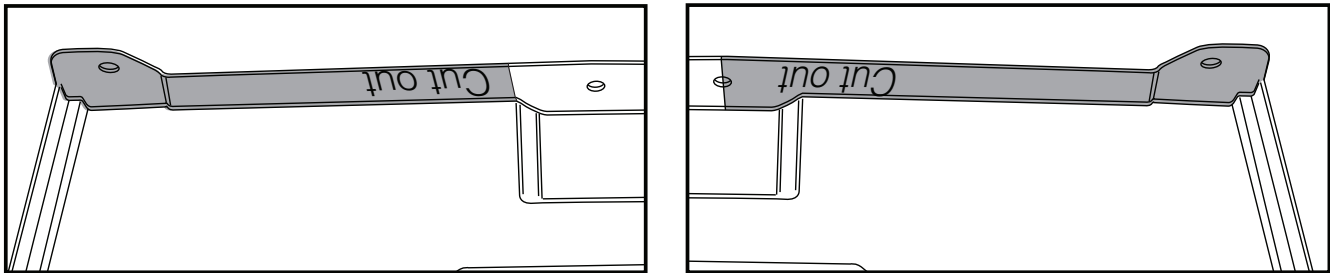

Fig. 2b
- For 08/2007-> versions:** Saw a portion out of the side panel as shown in figure 2b.
- 9 **Für 08/2007-> Fahrzeuge gilt:** Gemäß Abb. 2b einen Teil aus der Seitenwand heraussägen.